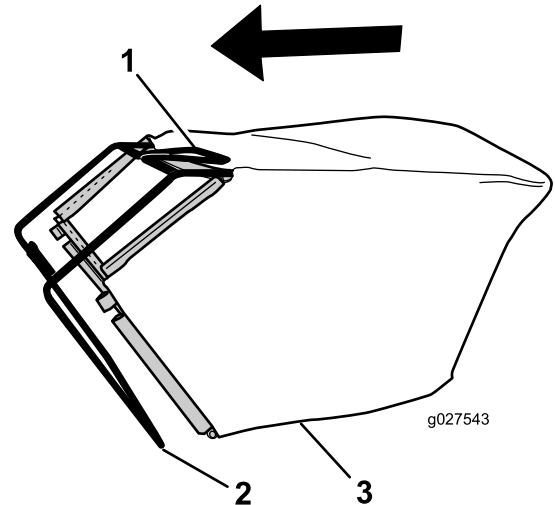

Figura 8
1. Deslize o saco de relva sobre estrutura como se mostra na Figura 8.
Nota: Não deslize o saco sobre o manípulo (Figura 8).